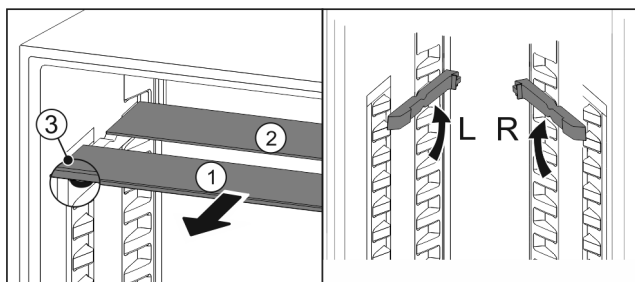

Fig. 126
- ▶ Húzza ki Fig. 126 (1) előre az üveglapokat egyesével.
- ▶ Az üveglap Fig. 126 (1) a díszléccel előre néz.
- ▶ Az ütközők Fig. 126 (3) lefelé mutatnak.